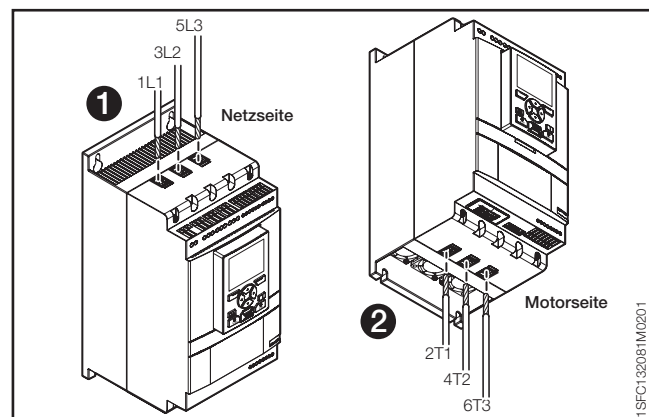
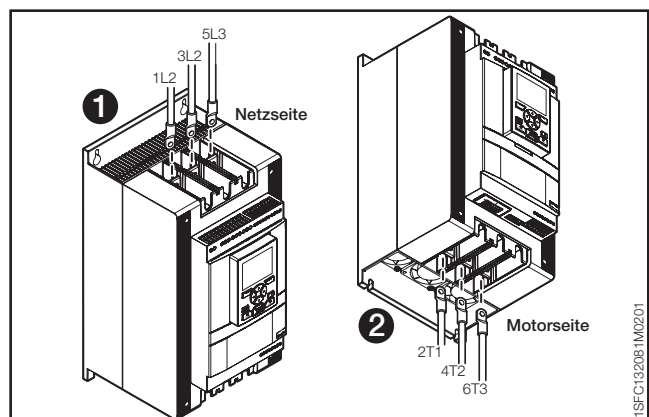

Abbildung 2.2
Abbildung 2.3
2. Verbinden Sie die Klemmen mit dem Hauptstromkreis: Klemmen 1L1 - 3L2 - 5L3 mit der Netzseite **1** und die Klemmen 2T1 - 4T2 - 6T3 mit der Motorseite **2**. Siehe **Abbildung 2.2**. Verwenden Sie eine Drahtverbindung für PSTX30...105, siehe **Abbildung 2.2**, und einen Klemmenanschluss für PSTX142...570, siehe **Abbildung 2.3**.
3. Verbinden Sie die Netzseite mit den Klemmen 1L1, 3L2, 5L3. Siehe **1** und **Abbildung 2.2**. Verbinden Sie den Motor mit den Klemmen 2T1, 4T2, 6T3 an der Motorseite. Siehe **2** **Abbildung 2.2** und **Abbildung 2.3**.